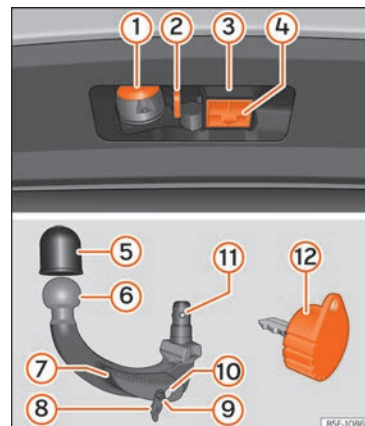

Fig. 171 Support du dispositif d'attelage pour remorque/crochet d'attelage/clé.
- La zone supérieure du logement du crochet est pourvue de graisse lubrifiante » fig. 171 ③. Lorsque vous utilisez l'appareil, vous devez vous assurer qu'il n'a pas été supprimé.
- Retirez le cache du logement du crochet » **fig. 171** (4) vers le bas.
- Placez le cache (4) dans son logement » fig. 171.